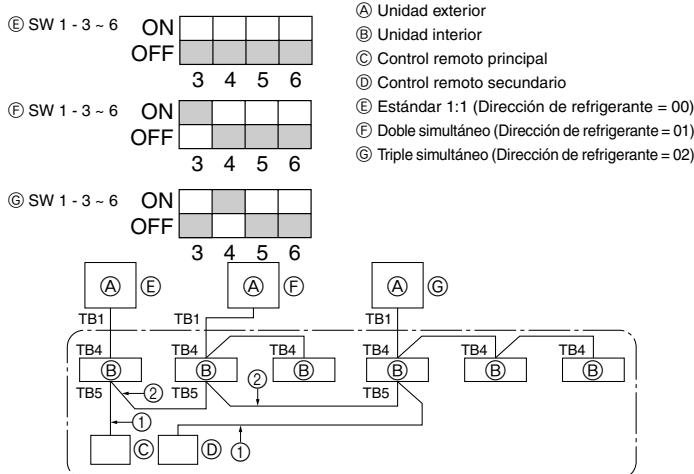

Fig. 10-1
- ① Fuente de alimentación (disyuntor).
- ② Después de cerrar la válvula de gas, sitúe el interruptor SWP del cuadro de control de la unidad exterior en posición ON. El compresor (unidad exterior) y los ventiladores (unidad interior y exterior) se ponen en marcha y empieza el proceso de recuperación del refrigerante. Los indicadores LED1 y LED2 del cuadro de control de la unidad exterior están encendidos.
10. Sistema de control (Fig. 10-1)